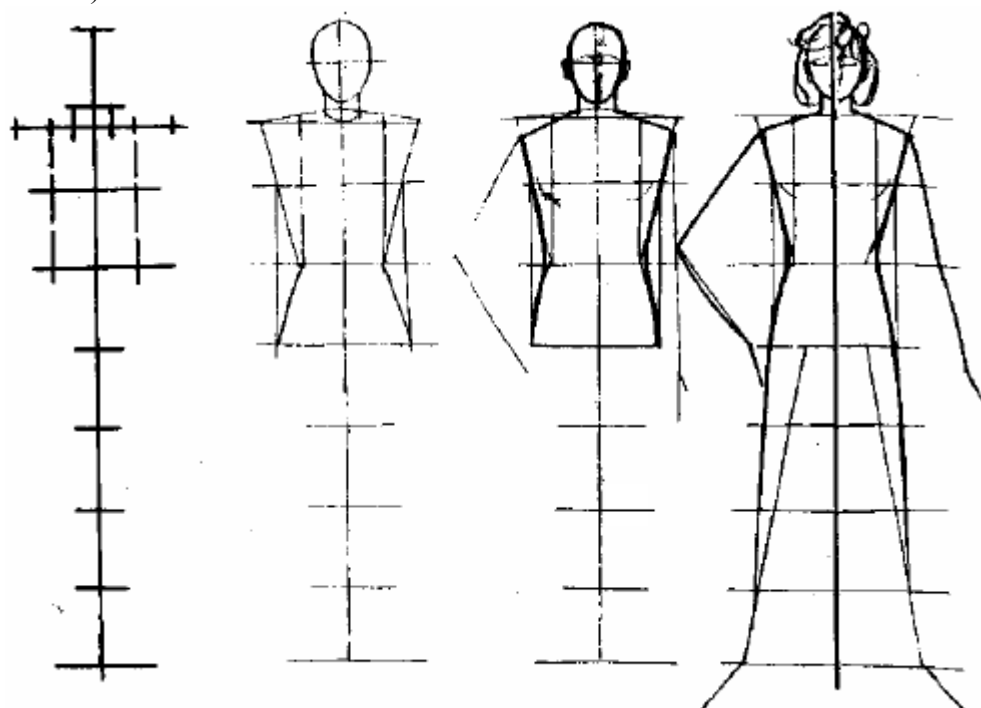

Рисунок 31 – Пропорциональная схема построения фигуры с опорой на две ноги
2.2. Рисование фигуры с опорой на две ноги проводится в следующей последовательности (рисунок 31).